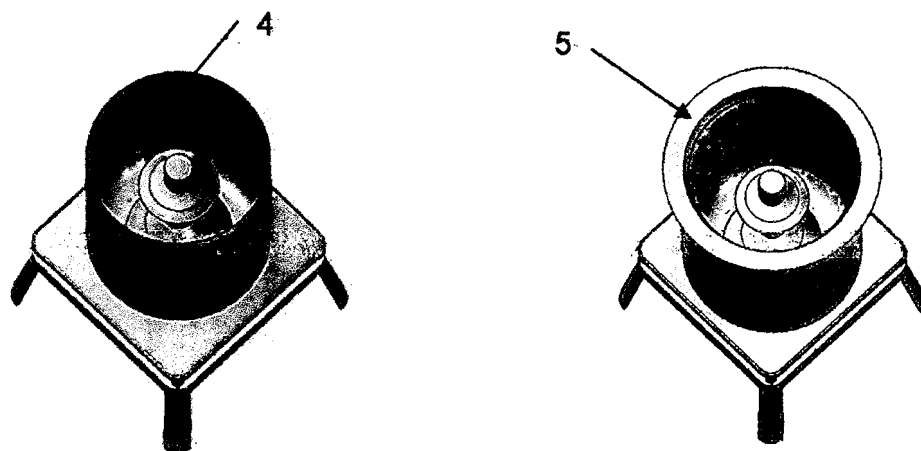

FIGURA 3
En la figura 3 se puede apreciar a la izquierda, la canasta (4) y a la derecha, la tina (5) montada con la canasta dentro